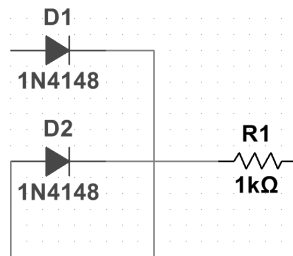

图 4-41 十字交叉不相连
2) 在十字形交叉点处，程序不自动放置节点，表示不相连，如图 4-41 所示。若有需要，可自行进行节点添加，表示相互连接。利用一般的先绘制相交导线，最后添加节点的方法是错误的，此种方法绘制的相交导线没有真正相连。绘制十字相交导线有两种方法。